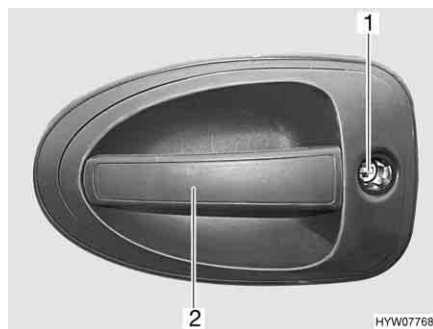

Fig. 42 Serratura della porta di ingresso, lato esterno
- Inserire la chiave nel cilindro della serratura (Fig. 42,1) e ruotare fino a quando la serratura della porta si sblocca.
- Tirare la maniglia della porta (Fig. 42,2). La porta è aperta.
- Inserire la chiave nel cilindro della serratura (Fig. 42,1) e ruotare fino a quando la serratura della porta si blocca.